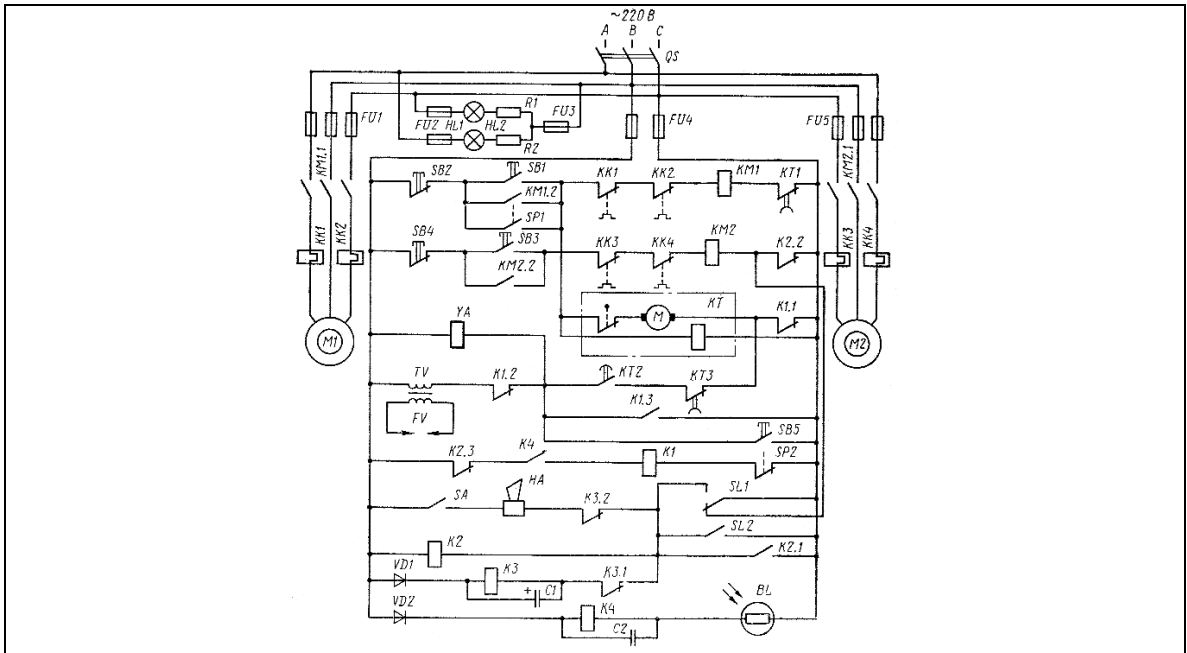

Рис. 3
- Указать элементы электрической принципиальной схемы управления паровым котлом КВАГ 1/5 (рис.3). Объяснить порядок работы схемы в штатных и аварийных ситуациях